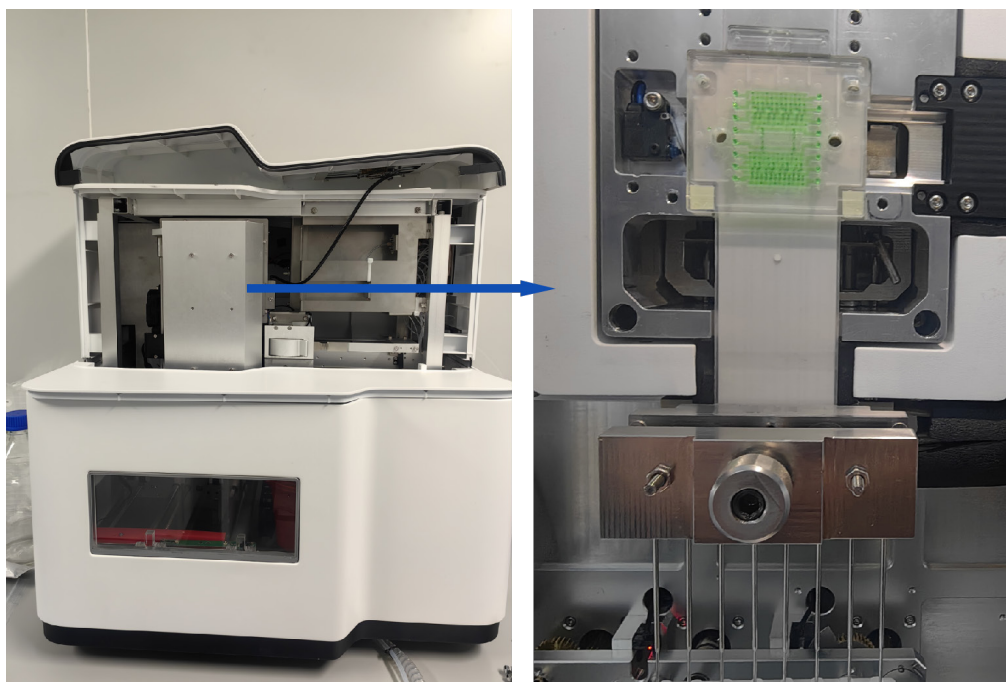

图 36 核心舱内部
- 使用内六角扳手依次取出中间横板、上前盖板，打开核心舱 (图 36)，松开进样针；